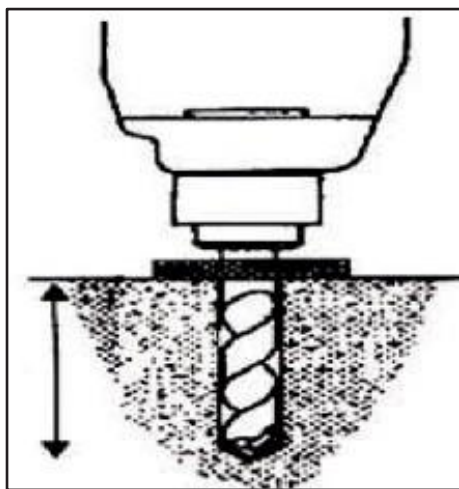

Рис. 21
- С помощью электролобзика просверлите бурный молоток $\Phi 18$ из отверстия в нижней плите платформы в отверстие глубиной 160 мм (рис. 21) и очистите отверстие. С помощью легкого молотка вставьте анкерный болт в отверстие, не вставляя центральный расширительный винт в анкерный болт, вставьте его после горизонтальной регулировки.